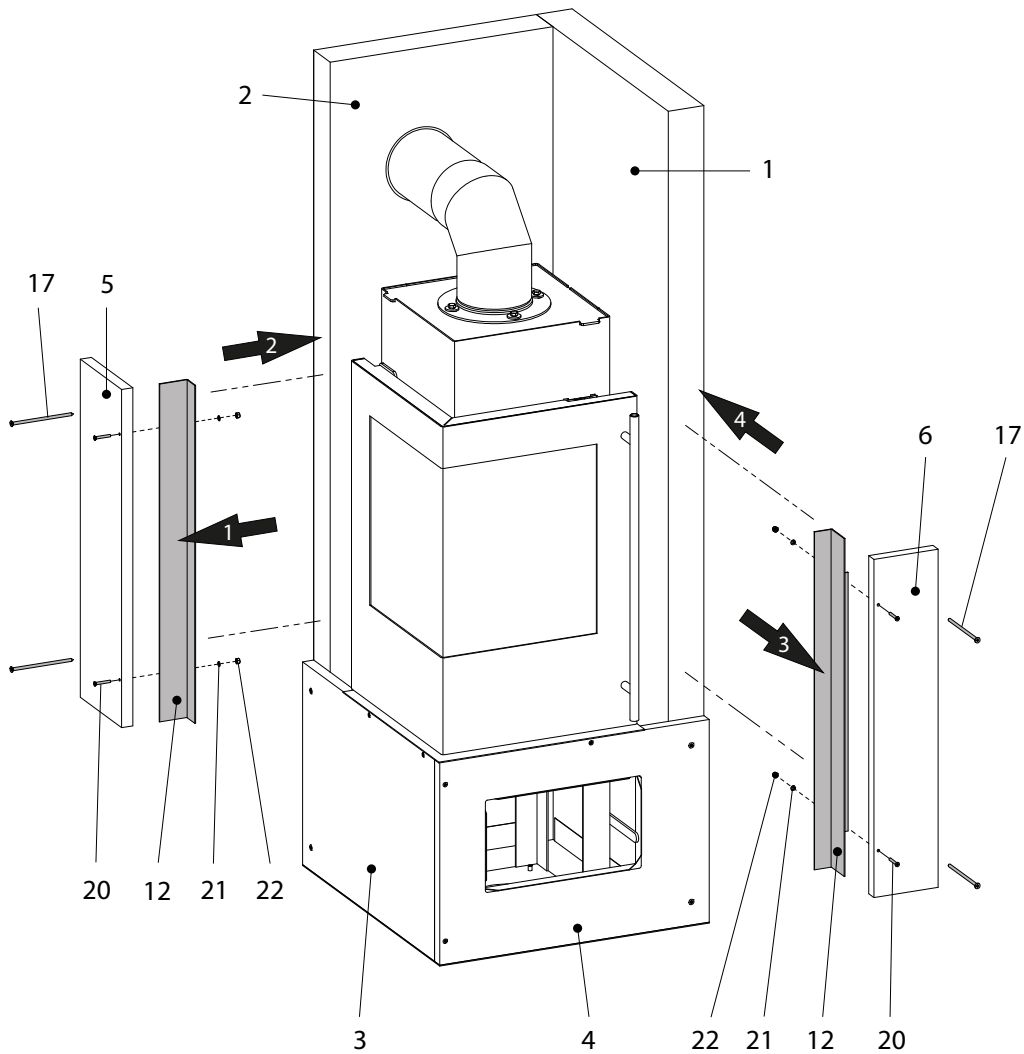

Fig.7
**Avant de coller l'habillage 5 (Fig. 7) :**
**Avant de coller l'habillage 6 (Fig. 7) :**